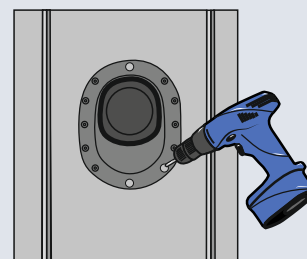

Rys. 3.
5. Włożyć w podstawę rurę wywiewną i zatrasnąć (Rys. 3).